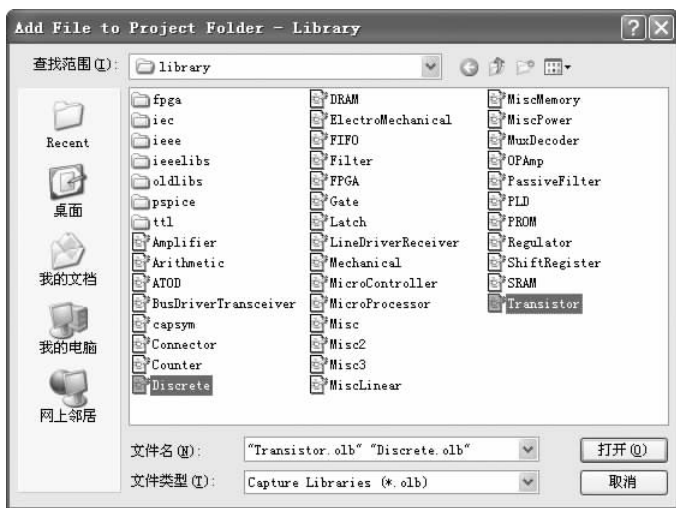

图 6-172 选择元件库路径
1) 在项目管理器窗口下，选中“Library”文件夹并右击鼠标，弹出快捷菜单，选择“Add File (添加文件)”命令，弹出如图 6-172 所示的“Add Files to Project Folder - Library”对话框，选择库文件路径“X:\Cadence\SPB_16.6\tools\capture\library”，加载所需库文件。